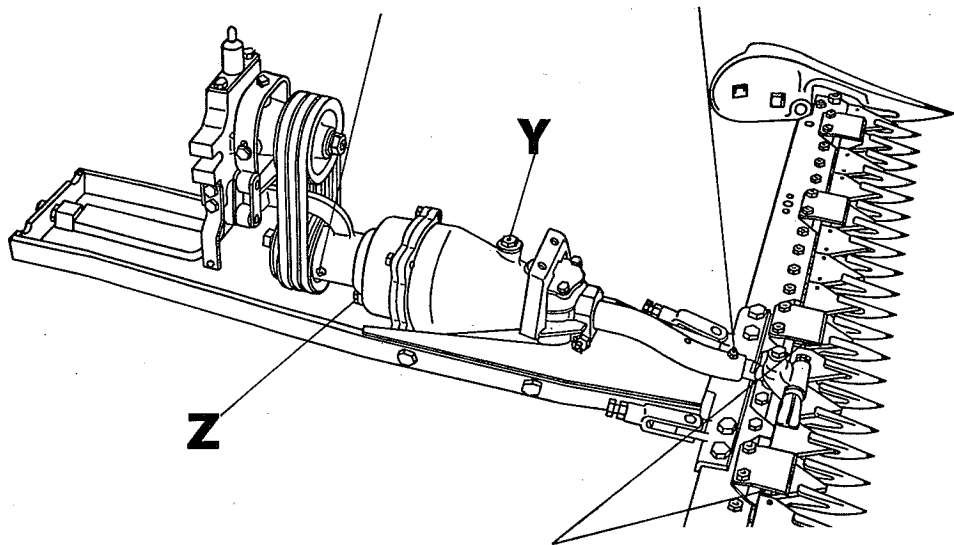

Fig. 10
7. Schmierplan bei intensivem Mähen (Fig. 10)
7. Plan de graissage lors d'un fauchage intensif (fig. 10)
7. Piano di lubrificazione per una intensa falciatura (fig. 10)